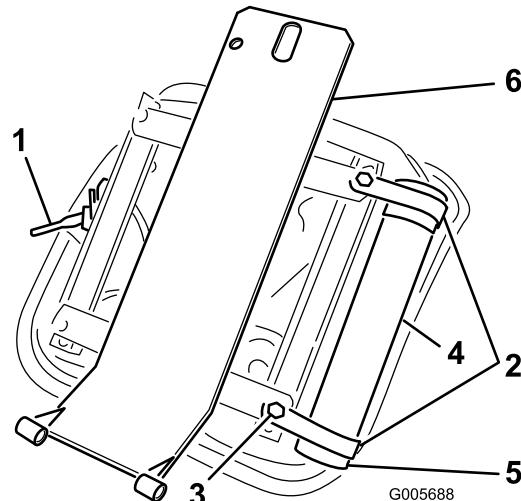

Figura 12
1. Monte o conjunto da suspensão do banco com 4 parafusos de capa na parte de baixo do banco e fixe-o com 4 anilhas de retenção, anilhas planas e porcas (Figura 12).
2. Desaperte ligeiramente (2) gramos R do lado direito da parte de baixo do banco com 2 parafusos de capa e anilhas planas fornecidos no kit (Figura 12). Instale o tubo manual nos gramos R e aperte os parafusos de capa (Figura 12).
3. Monte o apoio do banco sobre quatro pinos roscados na parte de baixo do conjunto da suspensão do banco e fixe-o no lugar com porcas de flange (Figura 12).